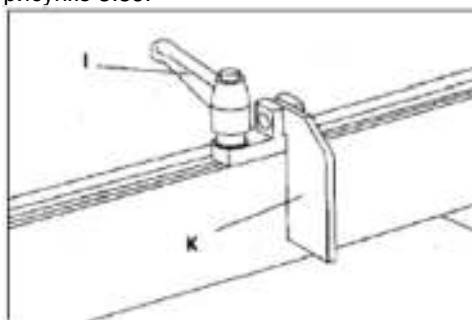

Рис. 3.34
2. Чтобы двигать упор (A) влево или право, ослабьте ручки с винтами (C). Чтобы изменить угол упора, ослабьте круглую ручку (D).
3. Ослабьте ручку фиксатора размера (I) и вставьте гайку (J) в паз упора как показано. См. рисунок 3.34.
4. Двигайте фиксатор размера (K) к желаемому положению на упоре и зажмите ручку фиксатора (I), как показано в рисунке 3.35.